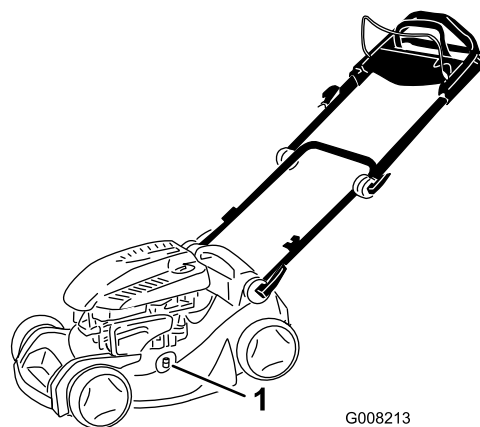

Figura 31
4. Introduzca una manguera de jardín conectada a un grifo en el orificio de lavado de la carcasa del cortacésped (Figura 31).